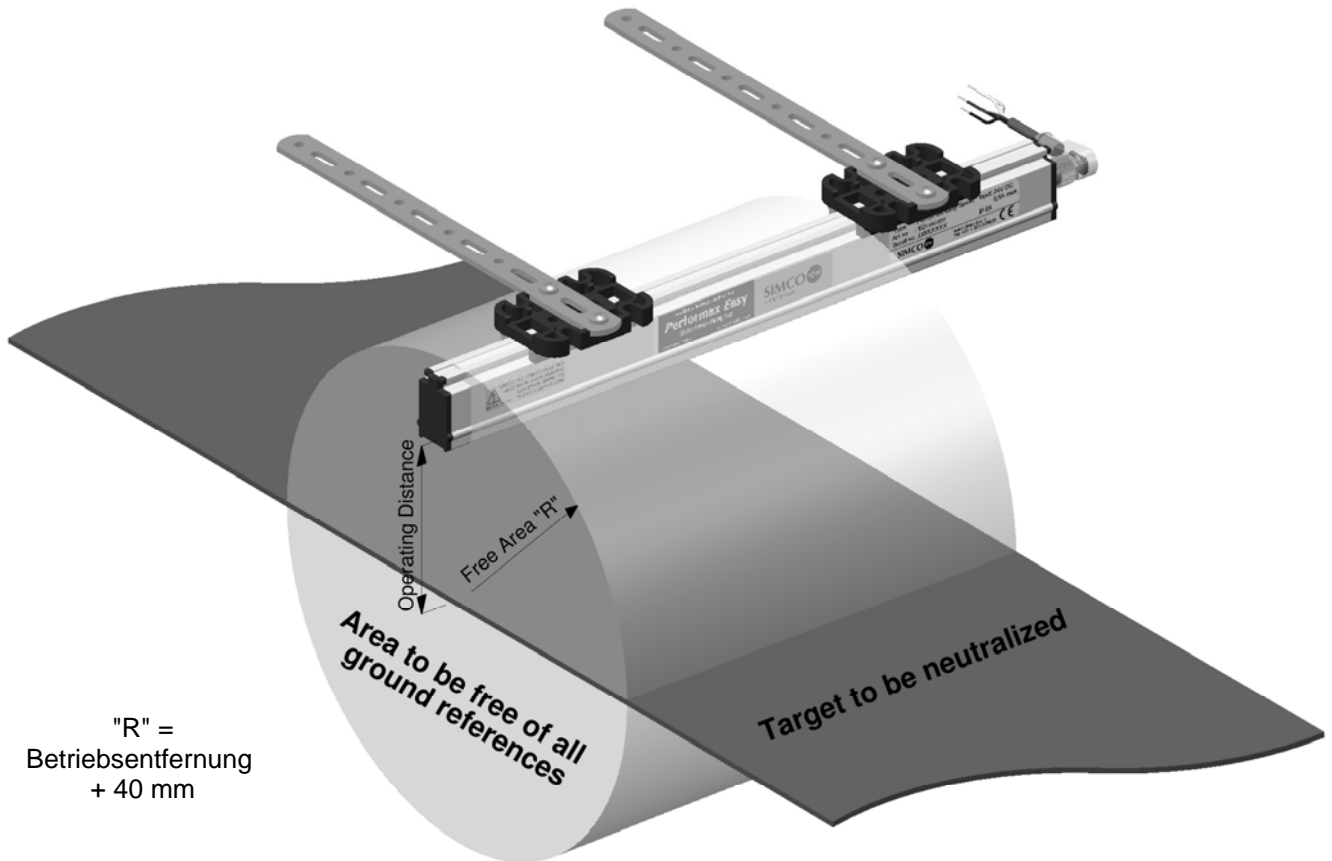

Abbildung 3: Optimale Montagepositionen des Performax Easy und Performax Easy Speed
- **Um ein optimales Ergebnis zu erzielen, muss der Ionensprühstab gemäß Abbildung 3 montiert werden.**
- Befestigen Sie den Ionensprühstab mithilfe der mitgelieferten Befestigungsmaterialien. Siehe Abbildung 3 und 4.